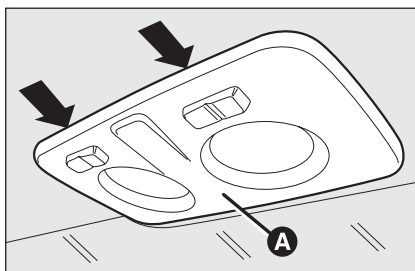
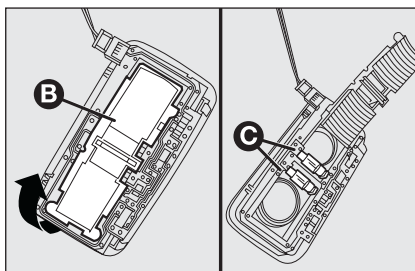

fig. 29
fig. 30
- ☐ intervenga en los puntos indicados por las flechas y quite la lámpara de techo **A-fig. 29**;
- ☐ abra la tapa de protección **B-fig. 30**;
- ☐ cierre la tapa **B-fig. 30** y fije la lámpara de techo **A-fig. 29** en su alojamiento asegurándose de que se bloquee.